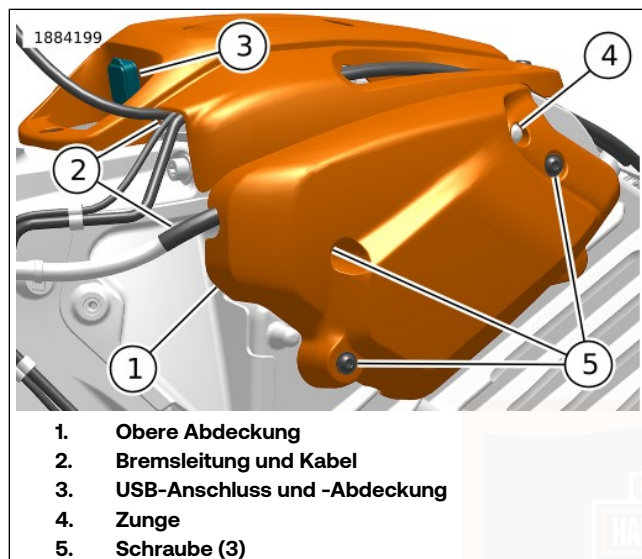

Abbildung 65. Angebrachte obere Abdeckung
3. Siehe Abbildung 65. Die seitlichen Laschen (4) einrasten.
4. Sicherstellen, dass die Bremsleitungen und das Kabel (2) richtig durch die Öffnungen der oberen Abdeckung verlegt und nicht eingeklemmt sind.